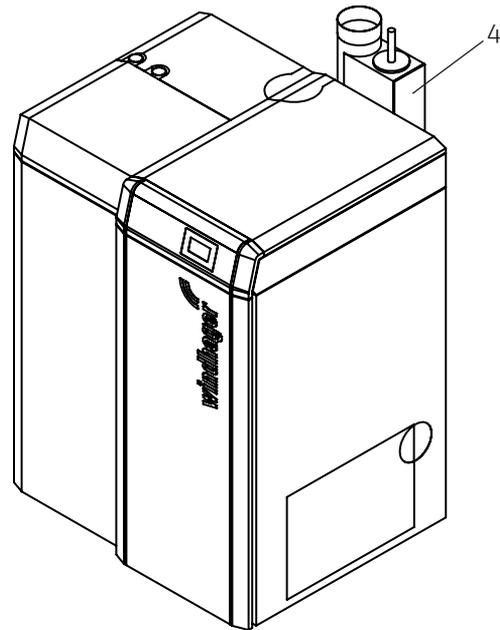

Fig. 54 Feinstaubfilter im Abgasrohr
- ▶ Ist im Abgasrohr ein Feinstaubfilter montiert (Fig. 54), diesen auf Verschmutzung kontrollieren und gegebenenfalls reinigen (siehe eigene Anleitung des Feinstaubfilters).